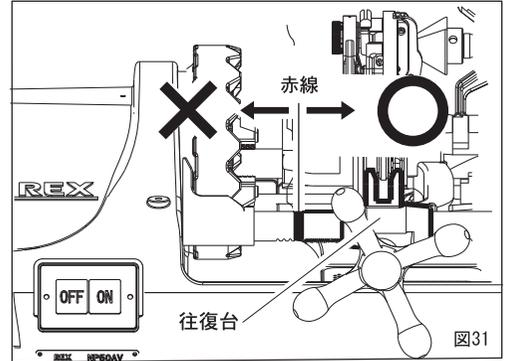

図31
- ・受けパイプの赤線が往復台でかくれた位置からねじ切りを開始すると、ねじが切れ上がるまでに往復台が主軸台に当り、事故や破損の原因となります。(図31)
ねじ切り作業中に回転が停止した場合は、すぐにスイッチを切り、コンセントを外してください。モータの故障や火災の恐れがあります。受けパイプの赤線が往復台でかくれた位置からねじ切りを開始すると、ねじが切れ上がるまでに往復台が主軸台に当り、事故や破損の原因となります。(P.15図31)
受けパイプの赤線が往復台でかくれた位置からねじ切りを開始すると、ねじが切れ上がるまでに往復台が主軸台に当り、事故や破損の原因となります。(P. 15 図31)